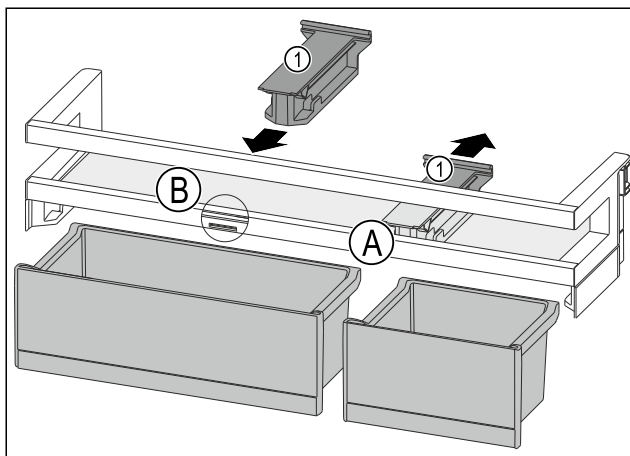

Fig. 80
- ▶ Halteteil Fig. 80 (1) in Position Fig. 80 (A) nach hinten abziehen.
- ▶ Halteteil Fig. 80 (1) in Position Fig. 80 (B) einsetzen.